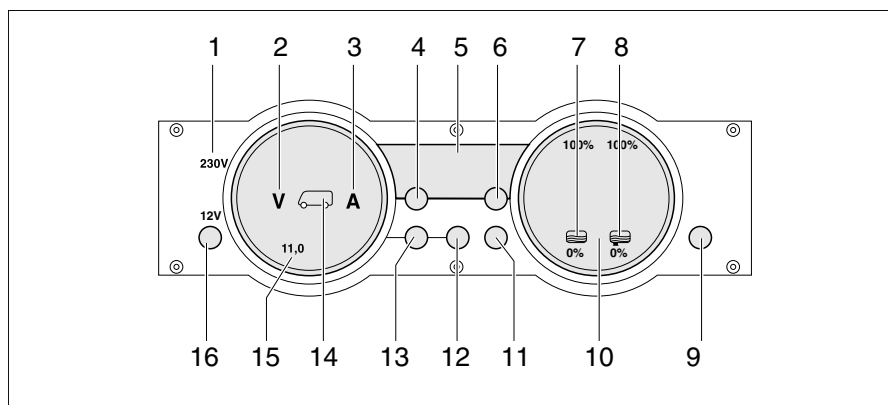

Fig. 266 Panneau de contrôle MP 20-S
Le voyant de contrôle 230 V (Fig. 266,1) s'allume si l'arrivée du bloc électrique est sous tension de réseau.
L'interrupteur principal 12 V (Fig. 266,16) établit ou coupe le panneau de contrôle et l'alimentation 12 V de la cellule.
- Appuyer brièvement sur la touche "12 V" (Fig. 266,16). L'alimentation 12 V de la cellule est enclenchée. L'indicateur de contrôle "12 V" s'allume.
- ▷ La tension de la batterie de cellule est trop faible quand les DEL "11,0" de l'affichage en Volt et le symbole Volt "V" (Fig. 266,2) clignotent dans l'indicateur des batteries (Fig. 266,15) après la mise sous tension. Charger la batterie.
- ▷ La coupure de batterie est active quand l'indicateur de contrôle "12 V", le symbole de la batterie de cellule (Fig. 266,14) et le symbole Volt "V" (Fig. 266,2) clignotent trois fois après la mise sous tension. Désactiver la coupure de batterie.
- Appuyer brièvement sur la touche "12 V" (Fig. 266,16). L'alimentation 12 V de la cellule est coupée. L'indicateur de contrôle "12 V" s'éteint.
- Appuyer sur la touche batterie de cellule (Fig. 266,12) et la maintenir enfoncée pendant 10 secondes environ. Les symboles Volt "V" (Fig. 266,2) et Ampères "A" (Fig. 266,3) clignotent trois fois. La batterie de cellule est coupée du réseau de bord de 12 V.
- Appuyer sur la touche "12 V" (Fig. 266,16) et la maintenir enfoncée pendant 5 secondes environ. Le symbole Volt "V" (Fig. 266,2) clignote trois fois. La batterie de cellule est branché au réseau de bord 12 V. L'indicateur de contrôle s'allume au bout d'env. 2 secondes.
- Appuyer sur la touche de la batterie de cellule «  » (Fig. 266,12). Le symbole Volt "V" (Fig. 266,2) s'allume. Le symbole Ampères "A" est, suivant son niveau de charge, blanc ou rouge. La tension de la batterie et le courant de la batterie de cellule sont affichés au moyens de DEL à l'intérieur de l'indicateur.
- Appuyer sur la touche de la batterie de démarrage «  » (Fig. 266,13). Le symbole Volt "V" (Fig. 266,2) s'allume. Des DEL à l'intérieur de l'indicateur indiquent la tension de la batterie de démarrage.
- Appuyer sur la touche des réservoirs «  » (Fig. 266,11). Les symboles réservoir d'eau «  » (Fig. 266,7) et réservoir d'eaux usées «  » (Fig. 266,8) s'allument. Des DEL à l'intérieur de l'indicateur indiquent le niveau du réservoir d'eau (échelle de gauche) et celui du réservoir d'eaux usées (échelle de droite).
Le symboles Volt "V" (Fig. 266,2) et les DEL "11,0" clignotent dès que la tension de la batterie descend en dessous de 11 V (mesurée en marche) et qu'il y a risque de décharge profonde de la batterie.
Le symbole du réservoir d'eau  (Fig. 266,7) ou celui du réservoir d'eaux usées  (Fig. 266,8) clignote quand le réservoir d'eau est vide ou que le réservoir d'eaux usées est plein.